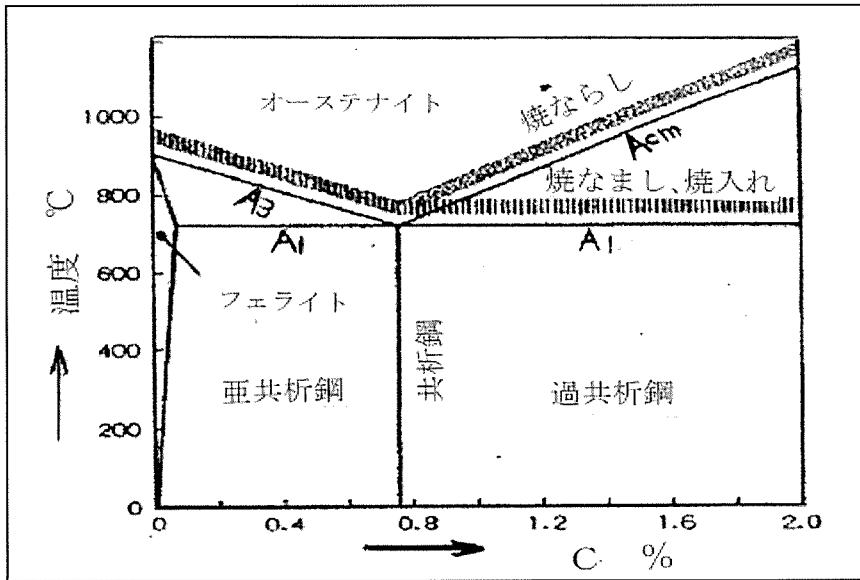
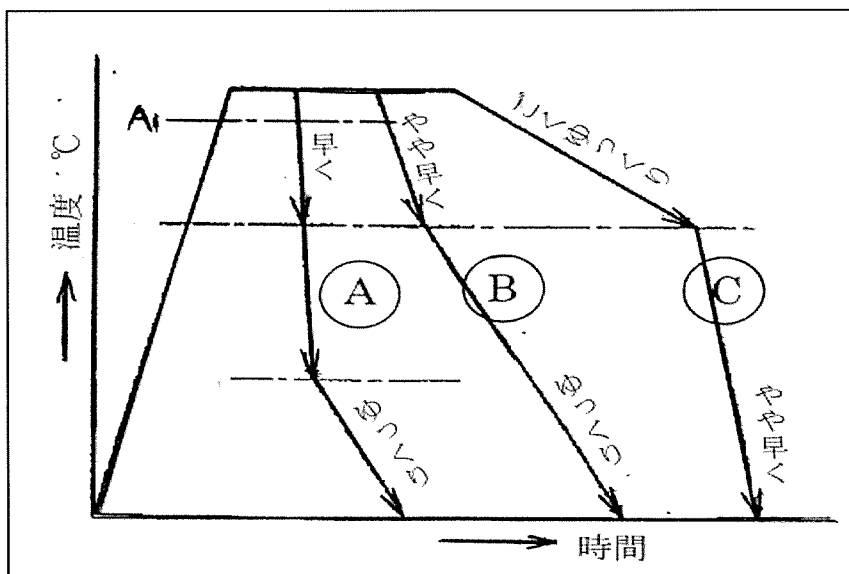

図1 熱処理の加熱温度と変態点
図2 熱処理の冷却速度
II-2-1 図1はFe-Fe3C（鉄-炭素）系状態図を示す。一般的に鋼の熱処理方法の4方法として，焼なまし，焼ならし，焼入れ，焼もどしがある。また，図2は各熱処理の冷却速度を示す。下記の問いに答えよ。
- (1) 図2に示す①，②，③線は，焼なまし，焼ならし，焼入れのどの熱処理を示すのか。
- (2) また，各々の目的及び操作（作業）について概説せよ。